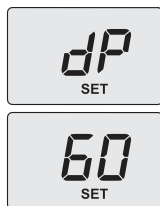

Figura 8.10
- Seleccione el parámetro **4**, en el display LCD las letras **dP** se alternan con el valor de temperatura del agua de calefacción (ej. **60**) y aparece el mensaje **"SET"**, indicando que se ha entrado en la activación de la "función deshollinador" a la potencia máxima en agua sanitaria (Figura 8.10);